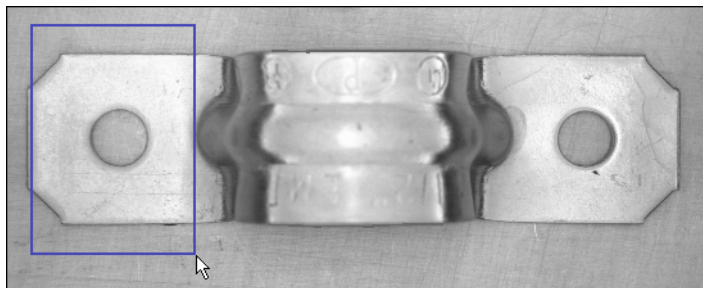

図 4-3 最初の検索範囲の選択
11. 図 4-3 のように、ブラケットの左側に**長方形ツール**で ROI を描きます。描く領域は必ず、テンプレートの画像よりも大きく、また解析する他の画像内のテンプレート位置をすべて含むのに十分な大きさになるようにしてください。